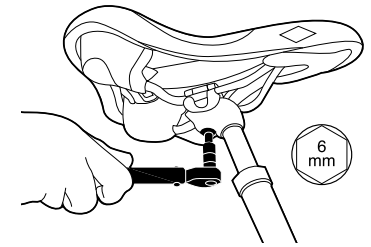

Abb. 8. Anziehen/Lösen der Klemmschraube
1. Lösen Sie mit einem 6-mm-Inbusschlüssel die Schraube, mit der der Sattel an der Sattelstütze befestigt ist, bis der Sattel einfach bewegt werden kann, siehe Abb. 8.